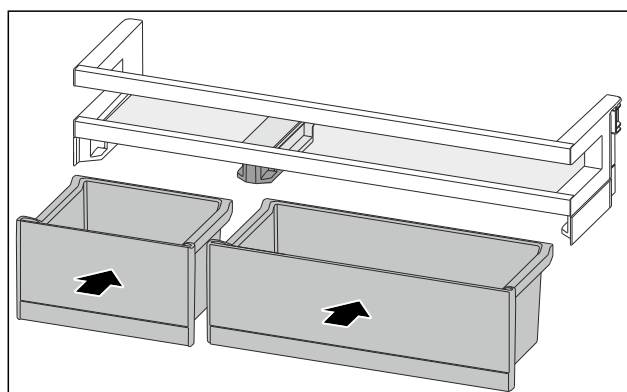

Fig. 119
- ▶ Włożyć VarioBox w innym rozmieszczeniu. (patrz Fig. 119)